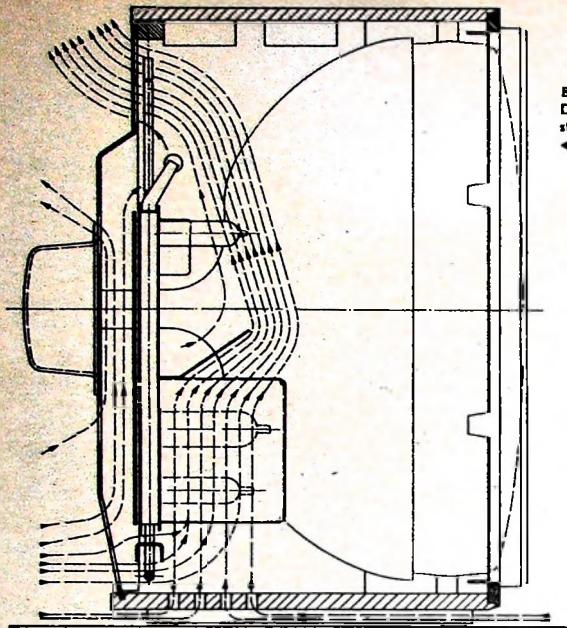

Bild 3. Schematische Darstellung des Wärmestroms bei Konvektionskühlung
**Die Abführung der Verlustwärme geschieht besonders wirkungsvoll durch Konvektion. Bild 3 zeigt die schematische Darstellung der Strömungsverhältnisse.**